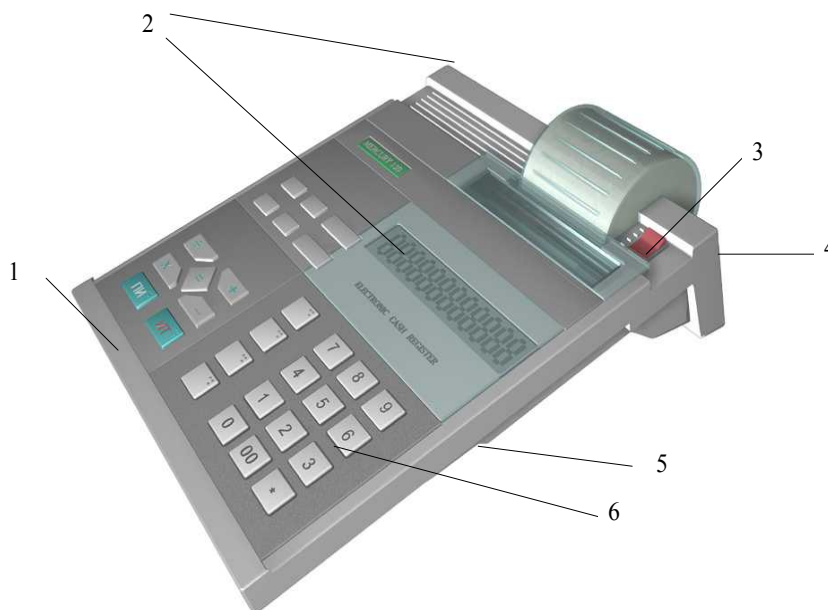

Рис. 1
Общий вид терминала приведен на рис. 1.
- включить ФР и после завершения печати чека «Автотестирование» включить ТВД выключателем питания (см. рис. 1).